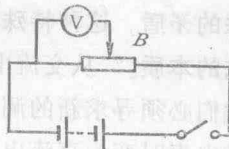

图 1-10
(1) 按图 1-10 那样组成电路。移动变阻器的滑动片 B ，使电压表的指针偏到满度，记下电压表的示数 U_1 。